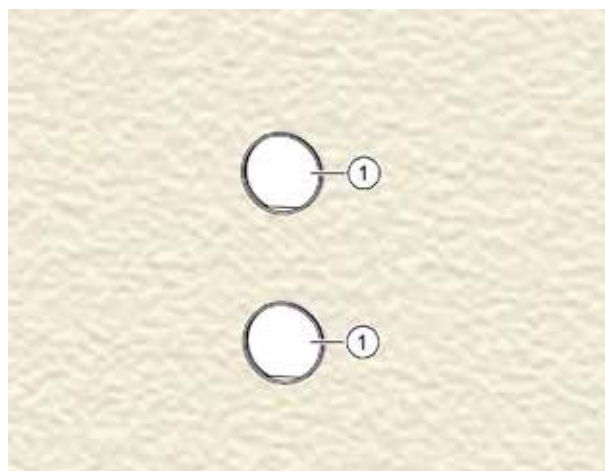

Fig. 27: Intonacatura dell'esterno della cassetta a muro
- ▶ Rimuovere i due guaine di protezione dall'intonaco (pos. 1 nella Fig. 27).